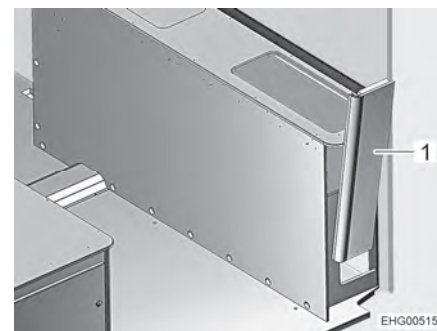

Bild 122 Sänglåda höger, sidoplåt
- Ta bort sidoplåten (Bild 122,1) uppåt medan du försiktigt skakar den.